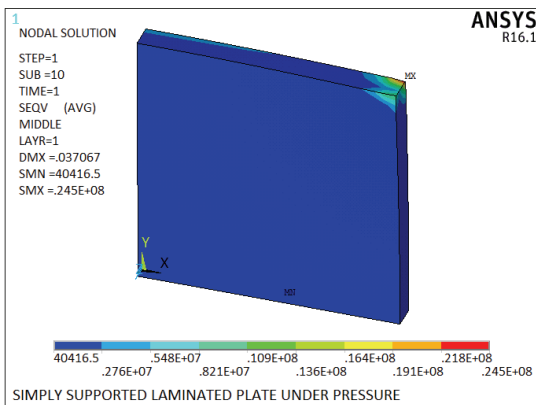

图 6-52 等效应力等值线图
4) 选择 Main Menu | General Postproc | Plot Results | Contour Plot | Nodal Solu 命令, 出现 Contour Nodal Solution Data 对话框, 在 Item to be contoured 列表框中选择 Nodal Solution | Stress | von Mises stress, 单击 OK 按钮, ANSYS 窗口将显示如图 6-52 所示的等效应力等值线图。